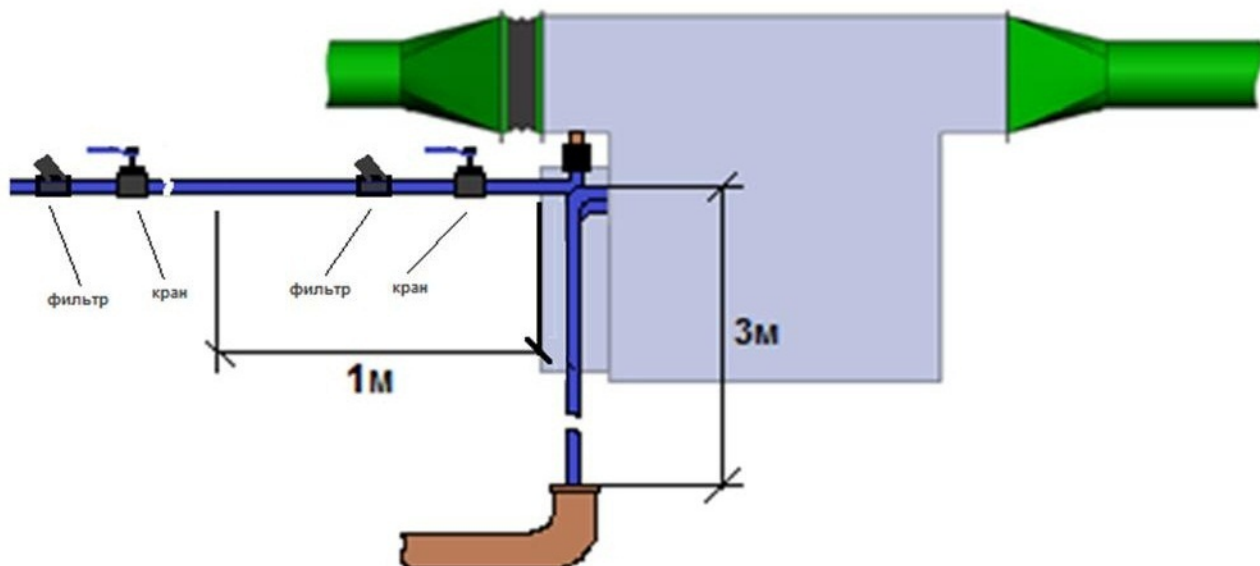

Рис. 5. Схема подключения «Ятаган «Safe Fire» к водопроводу и канализации.
1. Открыть кран подачи воды на входе в фильтр (Рис. 5).
3. Закрыть кран на входе в фильтр (Рис. 5).